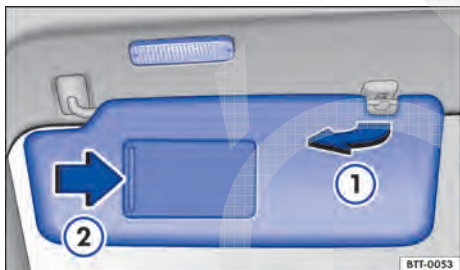

Fig. 61 Para-sol.
- Retirar do suporte e girar na direção das portas → Fig. 61 ①.
No para-sol rebatido para baixo há um espelho de cortesia atrás de uma cobertura. Ao abrir a cobertura → Fig. 61 ② uma lanterna se acende.